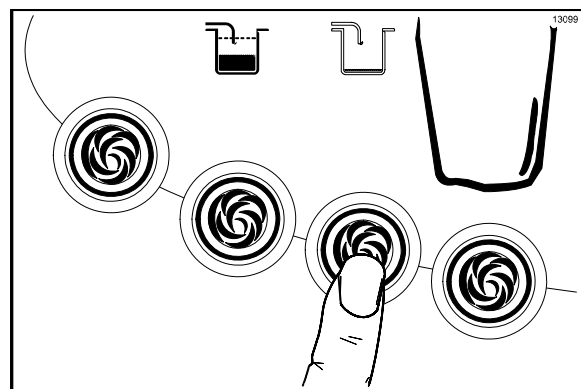

Figura 36
24. Pressione o símbolo  do sabor de xarope correspondente. O símbolo deve acender e a bomba de xarope para o sabor selecionado começará a operar na velocidade máxima. (Veja a Figura 36.)